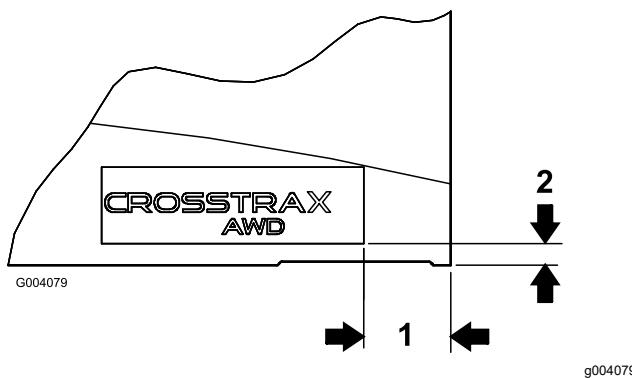

Figure 13
2. En vous aidant des dimensions indiquées à la Figure 13, apposez un autocollant CROSSTRAX dans l'angle inférieur arrière de chaque côté du capot.